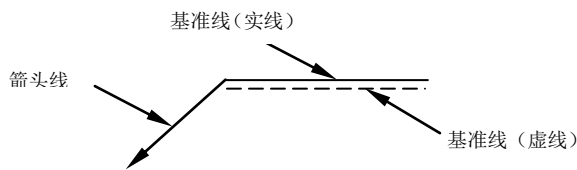

图 1-1 指引线
2. 指引线 一般由带有箭头的指示线和两条基准线（一条为实线，另一条为虚线）组成（图 1-1）。基准线一般应与图样的底边相平行。基本符号标在基准线上，为确切表示焊缝的位置，对基本符号对基准线的位置规定为：焊缝在接头的箭头侧，基本符号应标在基准线的实线侧（图 1-2a）；焊缝在接头的非箭头侧，基本符号应标在基准线的虚线侧（图 1-2b）；而对称焊缝和双面焊缝标注时不加虚线。